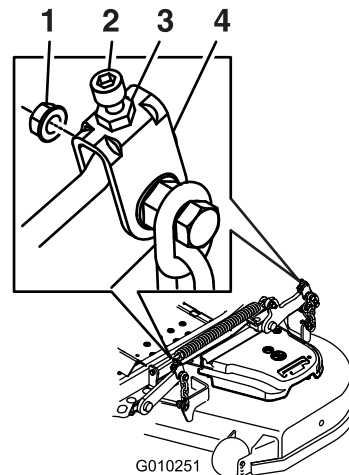

Figura 89
10. Si es necesario, afloje la tuerca "whizlock" del lateral de la horquilla y la contratuerca de la parte superior. Gire el tornillo de ajuste hasta obtener una altura de 7.6 cm (3") (ver **Figura 89**).
17. Gire el tornillo de ajuste hasta obtener una altura de 8.3 cm (3 1/4") (Figura 89).